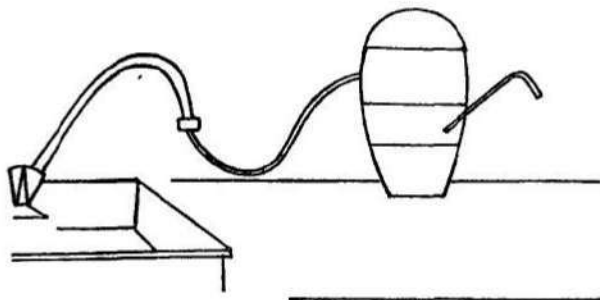

Рис. 5. Настольный фильтр с трубками для подвода воды из крана и вывода очищенной воды
**Настольный или настенный фильтр.** Это устройство, имеющее размер кувшина или коробки из-под обуви, которое на время фильтрации располагается рядом с краном или закреплено около крана на стене (рис. 5). Такой фильтр снабжен подводящей трубкой, которая временно закрепляется на кране, и другой трубкой, из которой вытекает очищенная вода. Картридж в фильтрах этого типа больше, чем в насадках и кувшинных фильтрах, и, соответственно, больше производительность — 1—1,5 л/м при ресурсе 3—5 тыс. л. Цена 200—400 руб. К этому типу я отнес и более дорогие электрохимические фильтры